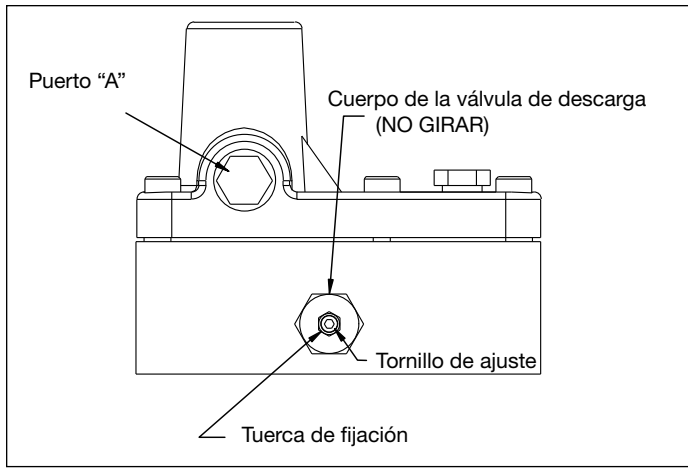

Figura 11, válvula de descarga – VM22
1. Instalar un manómetro de 0-1.035 bar (0-15.000 psi) en la toma "A" (véase figura 11).